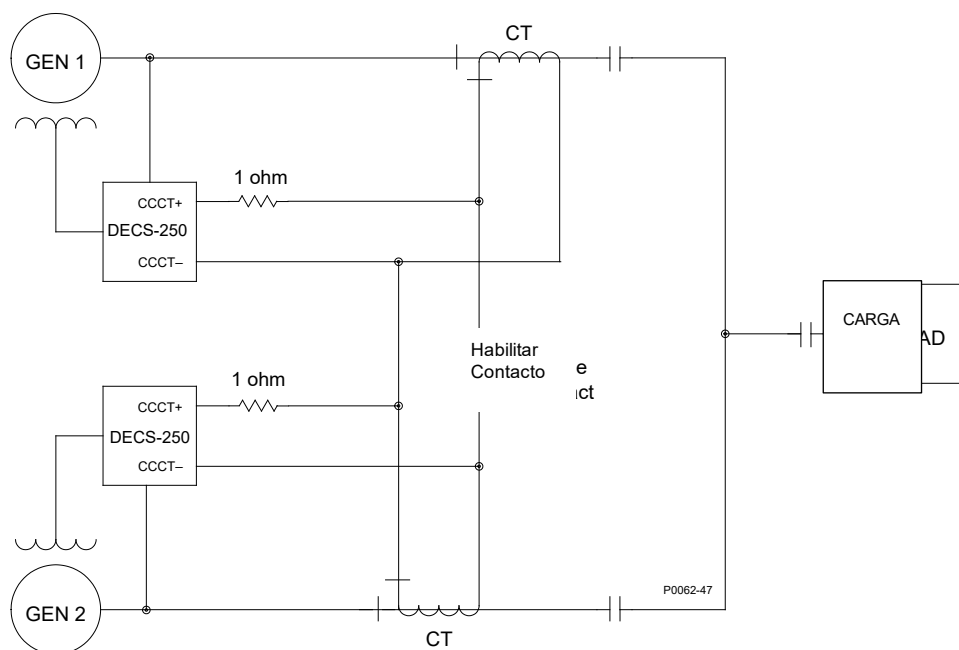

Figura 5-3. Conexiones para la Compensación de Corriente Cruzada
El modo de compensación de corriente cruzada (diferencial reactivo) permite que dos o más generadores en paralelo puedan compartir una carga común. Como se muestra en la Figura 5-3, cada generador es controlado por el DECS-250 utilizando la entrada de compensación de corriente cruzada (terminales CCCT+ y CCCT-) y un transformador de corriente externa dedicado (TC) para medir la corriente del generador. Las resistencias mostradas en la Figura 5-3 se utilizan para establecer la carga y pueden ajustarse para adaptarlas a la aplicación. Asegúrese que el valor de potencia de las resistencias sea adecuado para la aplicación.